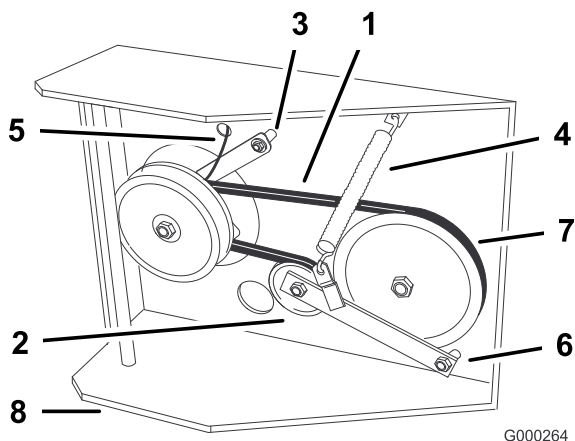

Figura 48
6. Desconecte el soporte del embrague de la carcasa del motor (Figura 48).
7. Desenganche el muelle tensor del lado del bastidor (Figura 48).
10. Apriete el perno del pivote a 47-54 Nm (35-40 pies-libra). Instale el muelle tensor entre el brazo de la polea tensora y el soporte del bastidor (Figura 48).
11. Instale el tirante del embrague en la carcasa (Figura 48)